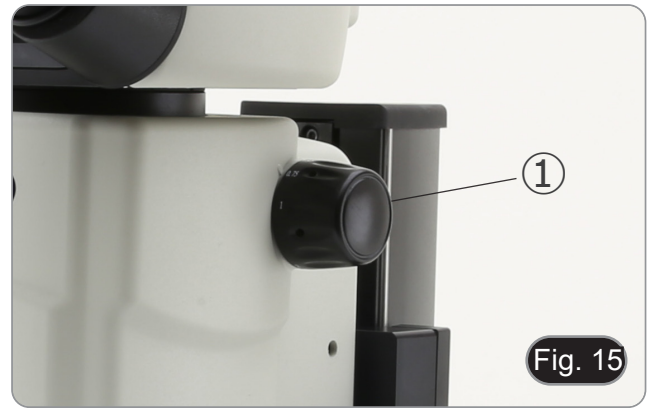

Fig. 15
1. Wählen Sie die gewünschte Vergrößerung mit dem Zoomschalter ① aus. (Fig. 15)